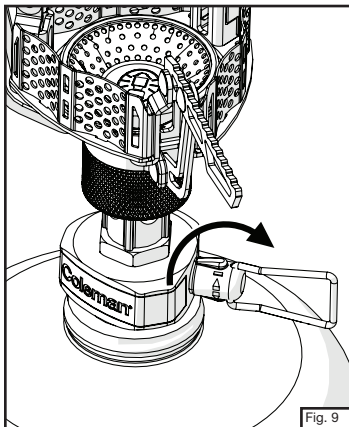

Fig. 9
- Apague la VÁLVULA DE COMBUSTIBLE. (Fig. 9)